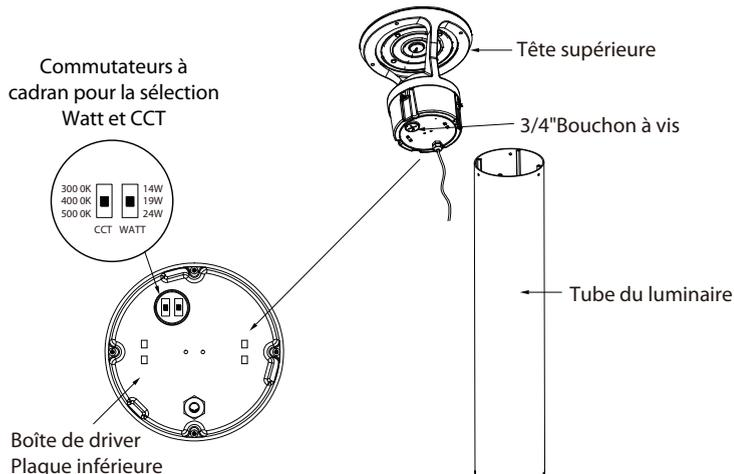

Fig 4
5. Retirer les vis de bouchon 3/4" et sélectionner la puissance et le CCT souhaités à travers les commutateurs à cadran sur la plaque inférieure du boîtier de commande. Fig. 4